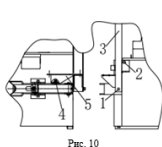
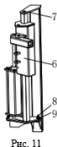

Рис. 10
Рис. 11
2. Установите стойку (3) с помощью винтов (1) и (2); установите кронштейн вспомогательного рычага (5) с помощью винта (4); (рис. 10)
3. Установите вспомогательный рычаг (6) с помощью гайки (7) и винта (9), затем затяните части (4), (7), (8) и (9) (рис. 10, рис. 11);